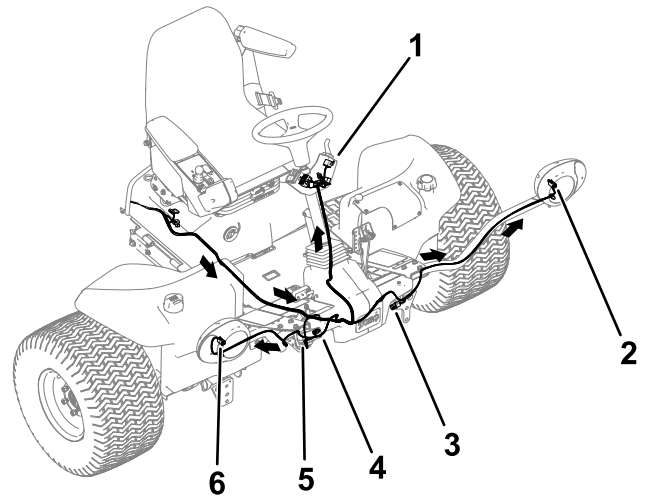

Bild 20
- Stecken Sie jeden Kabelbaumanschluss durch die entsprechende Scheinwerferhalterung und schließen sie am Scheinwerfer an (Bild 20).
- Stecken Sie das Kabelbaumkabel mit den zwei Anschlüssen in die Hupe (Bild 20).
- Stecken Sie die Kabelbaumanschlüsse für das Lampenkit in die Scheinwerfer in der Haube (Bild 20).
- Verlegen Sie das vordere Ende des Kabelbaums unter der Bedienerplattform zur Vorderseite der Maschine (Bild 20).
8. Verlegen Sie den Kabelbaum zur Säulenhaltung an der Lenksäule (Bild 20).